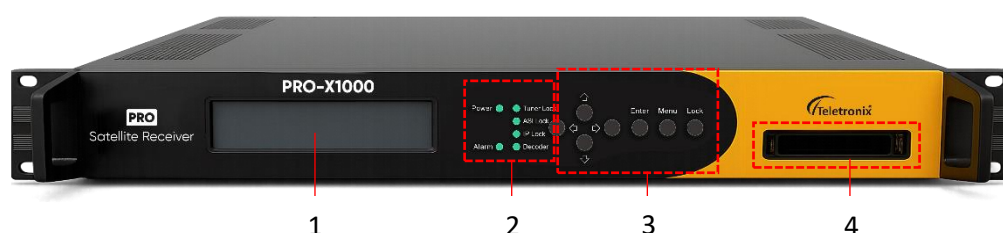

Figura 2: Painel frontal do PRO-X1000.
- Passo 3: Ao confirmar o login, será exibida a interface de boas-vindas no visor LCD (conforme ilustrado na Figura 2).